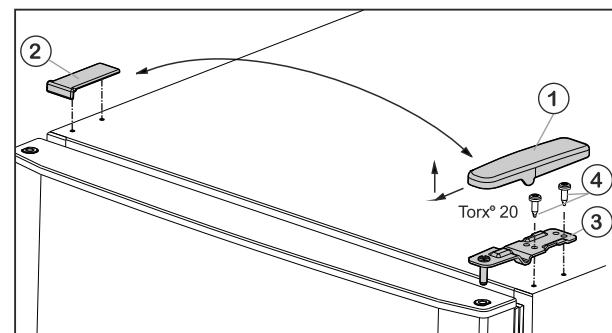

Fig. 5
- Pokrov Fig. 5 (1) snemite s potegom naprej in navzgor.
- Dvignite pokrov Fig. 5 (2).
- ▶ Odvijte zgornji ležajni podstavek Fig. 5 (3) (2 krat Torx® 20) Fig. 5 (4) in ga s potegom navzgor snemite.
- ▶ Zgornji ležajni podstavek Fig. 5 (3) vstavite na vrata na novi strani s tečaji.
- ▶ Zgornji ležajni podstavek **trdno (s 4 Nm)** privijte (2-krat Torx® 20) Fig. 5 (4). Po potrebi uporabite akumulatorski izvijač.
- ▶ Pokrov Fig. 5 (1) na nasprotni strani od zunaj namestite in prippnite.
- ▶ Pokrov Fig. 5 (2) na nasprotni strani tudi od zgoraj namestite in prippnite.